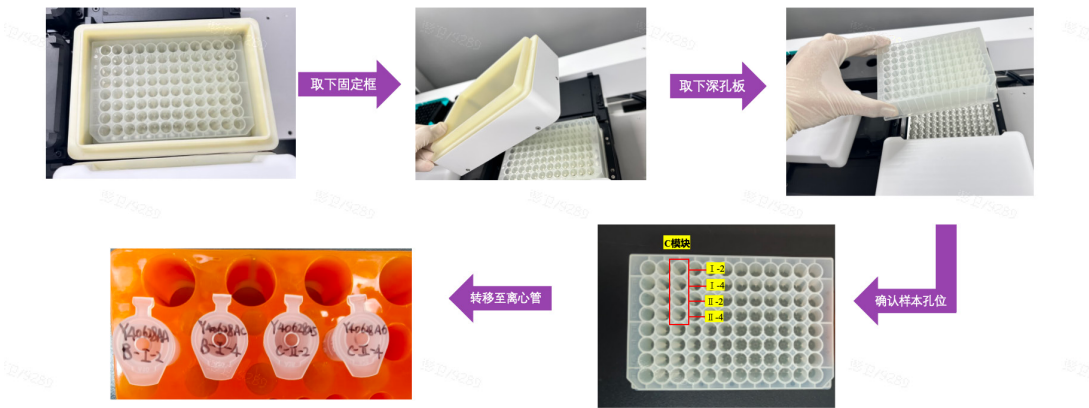

图 3-39 深孔板取出示意图
b. 参考图 3-39 示意的步骤，将 cDNA 产物从深孔板的孔中转移至新的 1.5 mL 离心管中，在管盖上记录好相关样本信息及 cDNA 回收量。